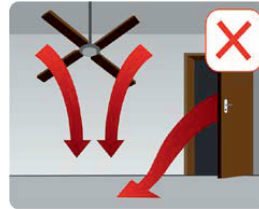

Рис. 2
- Не устанавливайте холодильник напротив вентилятора или открытого воздушного потока. (Рис. 2).